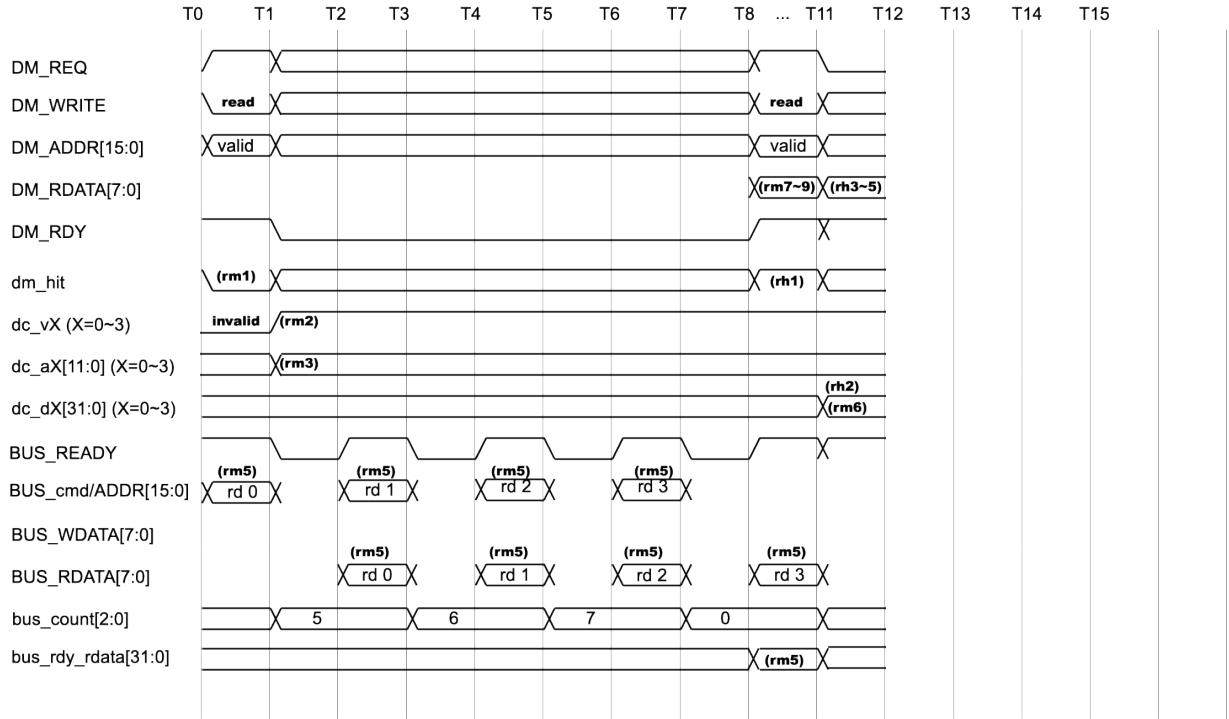

図 1.24: bfCPU のデータ・キャッシュの動作タイミング (リード・アクセスでライト・バックがない場合)
- リード・アクセスでミス時のライト・バックがない場合: 図 1.24